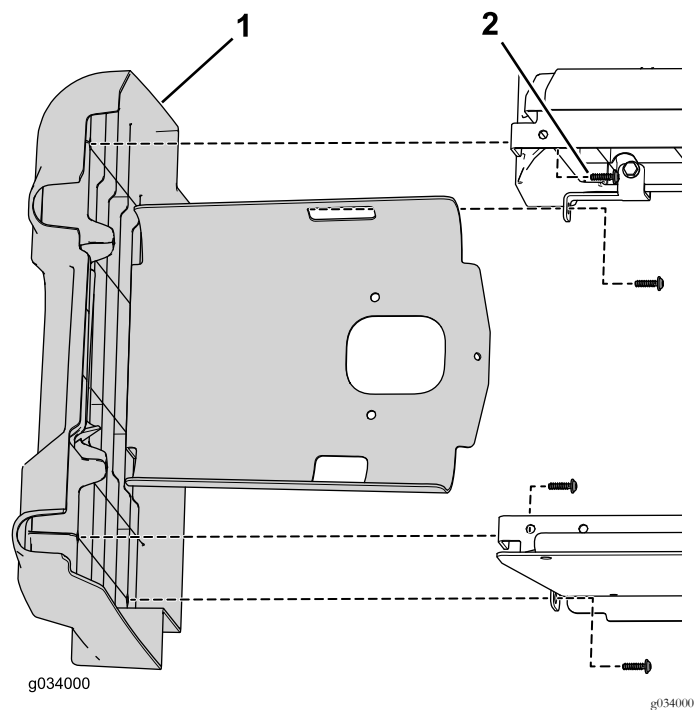
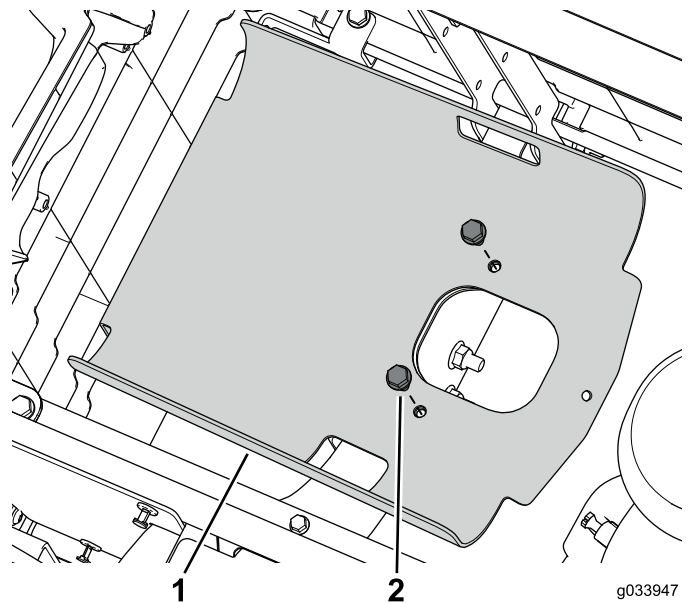

図 46
図 47
4. 車両にもともと付いていた左パネルアセンブリを、後座席ベースパネルに取り付ける元の取り付け具をそのまま使用する 図 46 と 図 47。